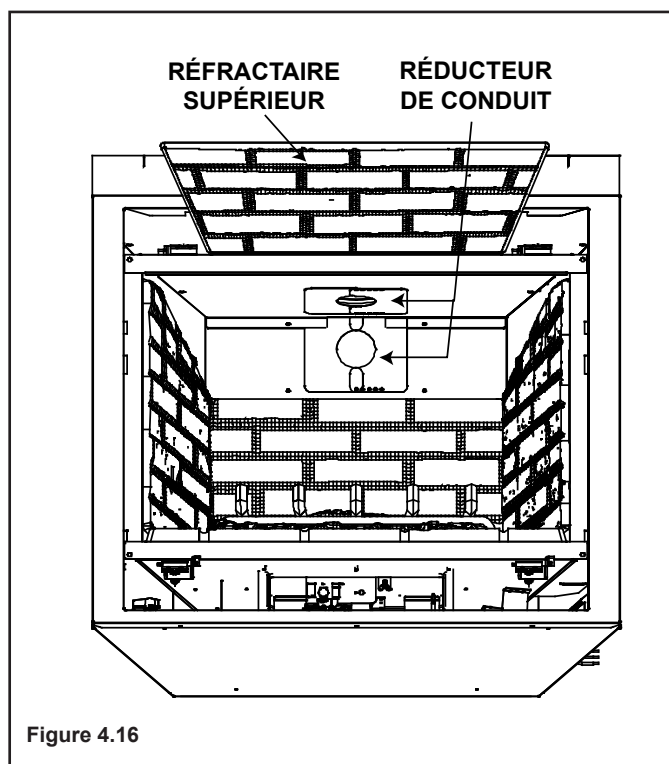

Figure 4.16
5. Orientez et alignez les deux pièces du réducteur de conduit comme il est indiqué à la figure 4.16.
7. Centrez les deux pièces du réducteur de conduit sur l'évent au réglage sélectionné à l'étape 6, et fixez-les à l'aide des deux vis autotaraudeuses. Voir la Figure 4.16.